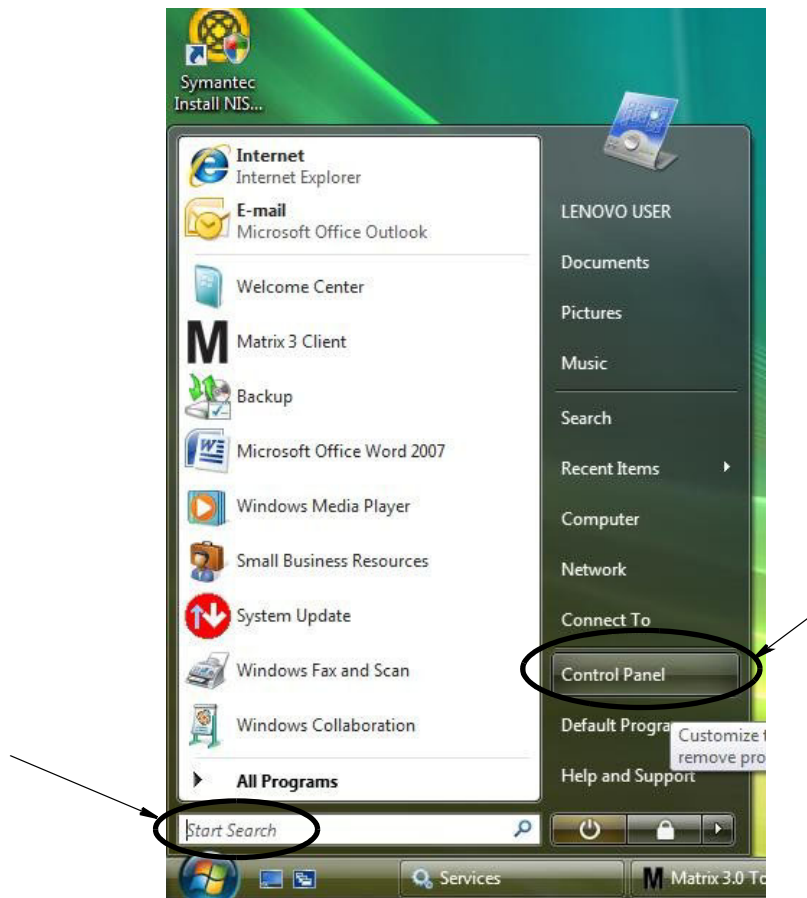

FIG. 32
1. Sur le bureau Windows Vista, sélectionnez "Start / Control Panel" (Démarrer / Panneau de configuration) (FIG. 32).